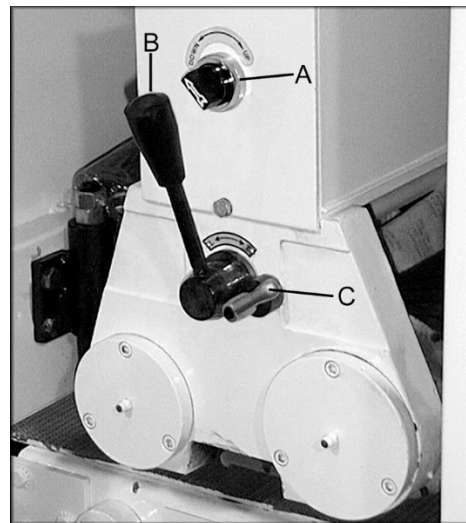
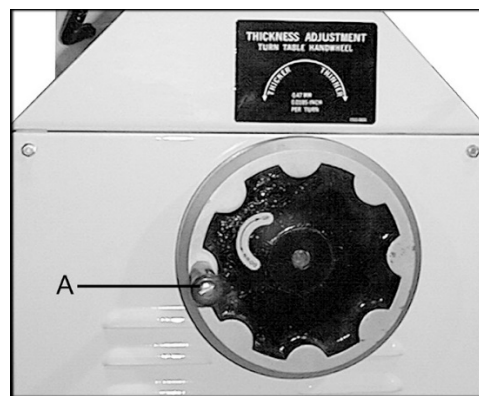

Рисунок 8
Рисунок 9
3. Включите верхний ролик, повернув рукоятку (A), Рисунок 8, в верхнее положение.
4. Отрегулируйте валик с помощью рычага (B) и зафиксируйте его ручкой (C) в нужном положении. Валик или основной резиновый ролик могут выступать в качестве шлифовального контакта. Может также использоваться их комбинация.
5. Поверните основной маховик (A) на нижнем шкафу, чтобы поднять или опустить стол. См. Рисунок 9. Используйте шкалу для выполнения желаемой настройки. Рекомендуемая глубина шлифования составляет 0,42 мм или два оборота маховика. Стол можно зафиксировать с помощью рычага у основания колонны.